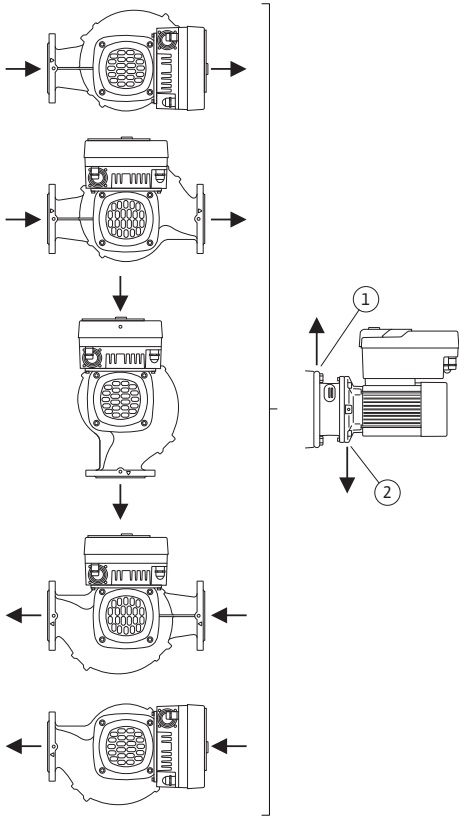

Fig. 8: Godkjente monteringsstillinger med horisontal motoraksel
De godkjente monteringsstillingene med horisontal motoraksel og elektronikkmodulen oppover (0°) er fremstilt i Fig. 8.
Lufting av pumpen fungerer optimalt når lufterventilen vender opp (Fig. 8, pos. 1).
I denne posisjonen (0°) ledes kondensat ut som det skal gjennom eksisterende borer, pumpelanternen og motoren (Fig. 8, pos. 2).